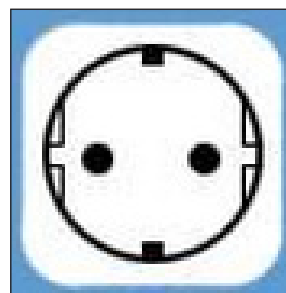

fig. 20 - Toma Schuko
- una toma de pared Schuko con toma de tierra y protección independiente (fig. 20);